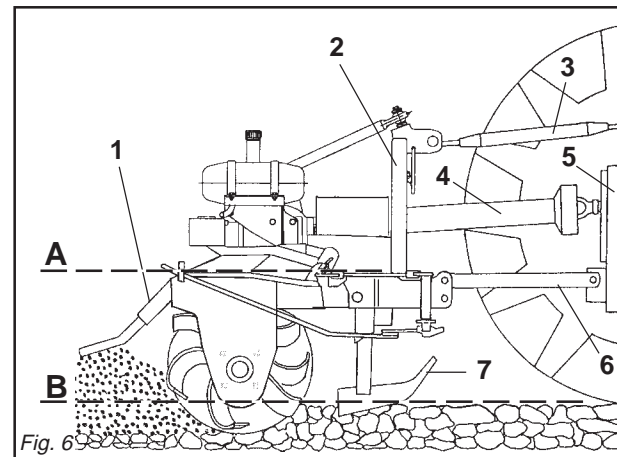

Fig. 6
- 4 - Collegare il terzo punto superiore ed effettuare una corretta regolazione con il tirante di regolazione (3 Fig. 6) verificando che il piano superiore della zappatrice (A Fig. 6) risulti parallelo al piano terra (B Fig. 6). Ciò è molto importante allo scopo di ottenere il parallelismo tra l'asse della zappatrice e quello della presa di forza del trattore. Operare in queste condizioni significa limitare le sollecitazioni sulla presa di forza stessa e prolungare la durata dell'albero cardanico e della zappatrice stessa.
- 4 - Connect the upper third-point and correctly regulate by means of the adjuster (3 Fig. 6), checking that the upper surface of the steerage hoe (A Fig. 6) is parallel to the ground (B Fig. 6). *This is very important since it achieves parallelism between the axis of the steerage hoe and that of the tractor pto. When the implement operates in these conditions, there will be less stress on the pto itself while the cardan shaft and implement will be much less subject to wear.*
- 4- Den oberen Kupplungspunkt anschließen und den oberen Lenker (3 Abb. 6) korrekt einstellen. Sicherstellen, daß die obere Haubenkante der Hackfräse (A Abb. 6) parallel zum Boden (B Abb. 6) steht. Das ist sehr wichtig, um die Parallelität zwischen der Achse der Hackfräse und der der Schlepper-Zapfwelle zu erhalten. Wenn diese Parallelität gegeben ist, wird die Zapfwelle weniger belastet und das Leben von Gelenkwelle und Gerät wird verlängert.
- 4- Reliez le troisième point supérieur et réglez correctement à l'aide du tirant (3 Fig. 6). Assurez-vous que le plan supérieur de la houe rotative (A Fig. 6) soit pratiquement parallèle au terrain (B Fig. 6). Ceci est très important en vue d'obtenir le parallélisme entre l'axe de la houe et celui de la prise de force du tracteur. Travailler dans ces conditions signifie limiter les sollicitations sur la prise de force et prolonger la durée de l'arbre à cardans, mais aussi de la machine.
- 4 - Conectar el tercer punto superior y efectuar una correcta regulación con el tirante de regulación (3 Fig. 6) controlando que el plano superior de la binadora (A Fig. 6) resulte paralelo al plano al nivel del suelo (B Fig. 6). Esto es muy importante para obtener paralelismo entre el eje de la binadora y el eje de la toma de fuerza del tractor. Esto permite limitar los esfuerzos sobre la toma de fuerza misma y hacer durar el árbol cardánico y la máquina misma.